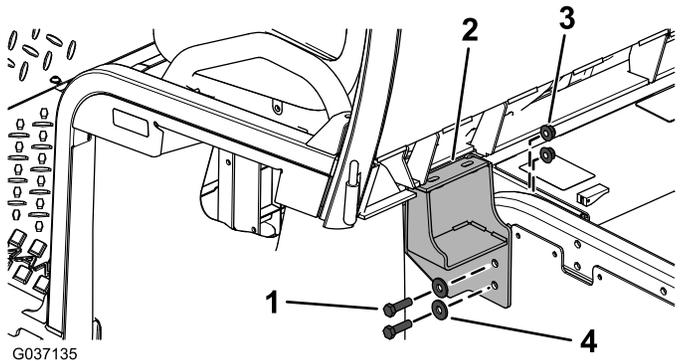

**Рисунок 6**
- Используя новые опоры панелей пола в качестве шаблона, просверлите три отверстия (диаметром 9,5 мм) в каждой панели пола (Рисунок 6).
**Внимание:** Просверлите только два передних отверстия в новых опорах панели пола и самое дальнее заднее отверстие, как показано на Рисунок 6.